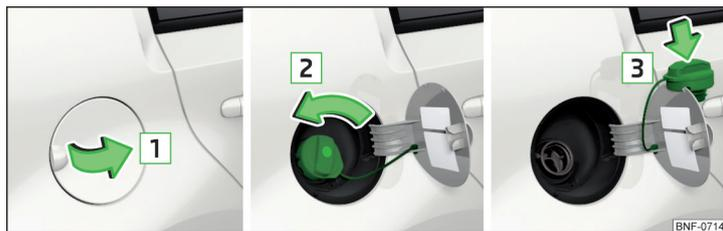

Fig. 135 Abrir la tapa del depósito/ desenroscar el cierre del depósito/ colocar el cierre del depósito en la tapa del depósito
- Levantar la tapa del depósito en el sentido de la flecha **1** » fig. 135.